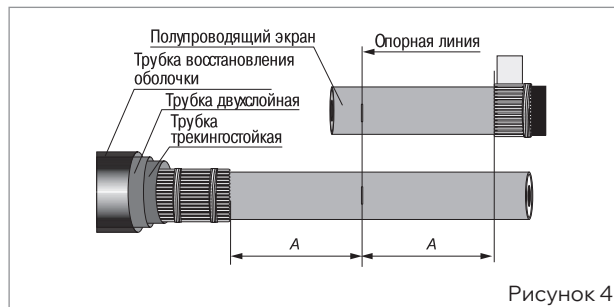

Рисунок 4
■ Обмотать поверхность оболочки одного из соединяемых кабелей полиэтиленовой пленкой от упаковки (на рисунке не показана), надеть вложенные друг в друга трубку восстановления оболочки, двухслойную трубку черно-красного цвета, трекингоустойкую трубку красного цвета и сдвинуть вдоль кабеля за проволоки экрана на время монтажа (рис. 4).